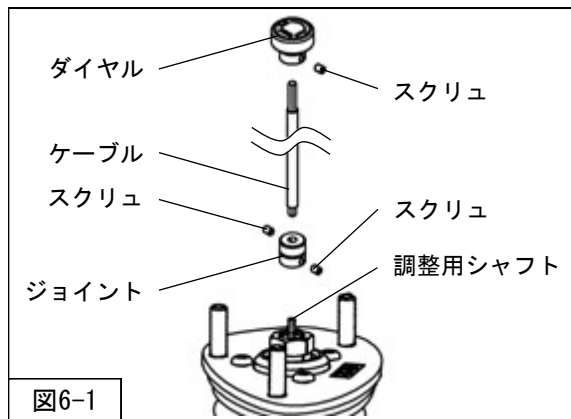

図6-1
1. 減衰力調整ケーブル(短・同梱品)からダイヤル・ジョイントを取外してください。(図6-1)
2. ジョイントを減衰力調整ケーブル(長・同梱品)に取付け、リアサスペンションASSY先端の調整用シャフトに取付けてください。(図6-1)
3. 調整用シャフト側面の平面部にスクリュの位置を合わせ、ケーブルを固定してください。スクリュの締付けは六角レンチ(1.5mm・同梱品)を使用してください。(図6-1)